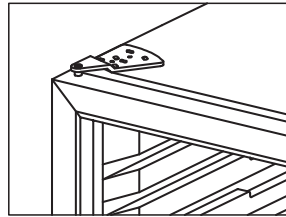

Abb. 7.4
- Setze die Tür auf das untere Scharnier und montiere das obere Scharnier auf der linken Seite. Abb. 7.4